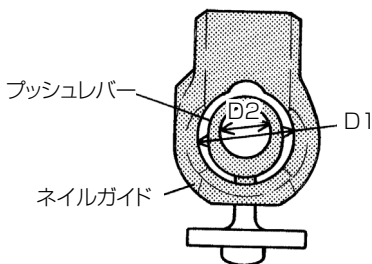

図 2 釘の出口形状
- 釘頭の大きさに注意してください。市販の丸釘は、頭の大きいものや、小さいものが混入していることがあります。ネイルガイド (D1) の中に釘頭が入らないものや、プッシュレバー (D2) の中に釘頭が入り込んでしまうものは、使用しないでください。(図 2)